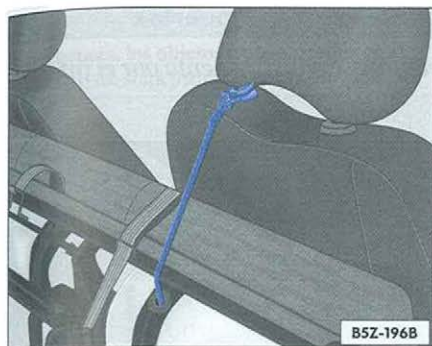
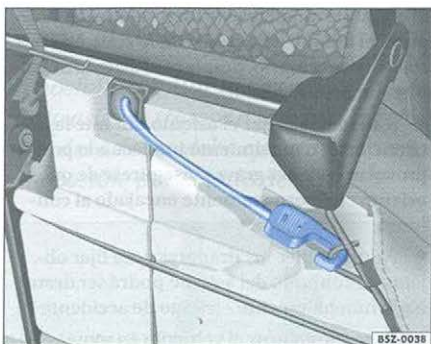

Fig. 72 Asiento inclinado fijado con la cinta elástica roja en la varilla del apoyo para cabeza
Fig. 74 Alojamiento de la cinta elástica roja
- Localice la cinta elástica roja que está situada en la parte inferior del asiento y encaje el gancho de la cinta elástica roja en la varilla del apoyo para cabeza del asiento del pasajero, inmovilizando el conjunto ⇒ fig. 72 ⇒ .
- Suelte el gancho de la cinta elástica roja de la guía del apoyo para cabeza ⇒ página 93, fig. 72 y encájelo debajo del asiento trasero ⇒ fig. 74.